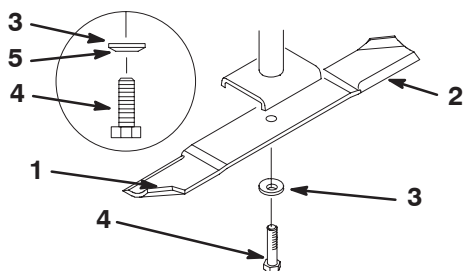

Figure 37
1. Tenez la lame à son extrémité avec un chiffon ou un gant épais. Retirez le boulon, la rondelle élastique et la lame de l'axe de la lame (Fig. 37).
2. Vérifiez l'équilibre de la lame en la plaçant sur un équilibreur (Fig. 36). Si la lame reste horizontale, elle est équilibrée et peut être utilisée. Si la lame est déséquilibrée, limez un peu l'extrémité de la partie incurvée seulement (Fig. 37). Répétez la procédure jusqu'à ce que la lame soit équilibrée.
1. Placez la lame sur l'axe (Fig. 37).
2. Installez la rondelle élastique et le boulon de la lame (Fig. 37). **Serrez le boulon de la lame à 115–150 Nm.**